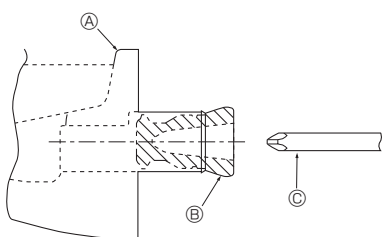

Fig. 5-1
- Para instalar la tubería del lado izquierdo, asegúrese que ha colocado el tapón de caucho en la abertura del lado derecho. (Fig. 5-1)
- ① Depósito de drenaje
- ② Tapón
- ③ Inserte la llave, etc. completamente dentro del tapón.